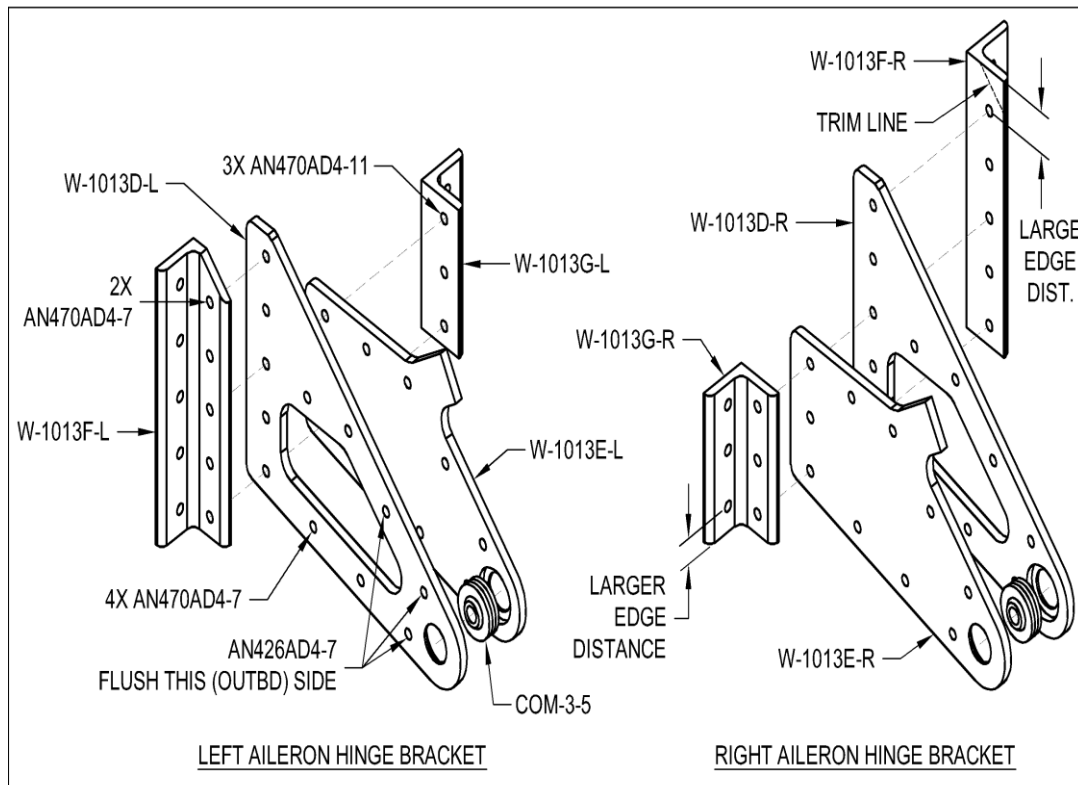

FIGURA 13: “AILERON HINGE BRACKETS”
Passo 21 (RV-10/10 LSA & RV-14, somente): Se for necessário, pode se endireitar W-1013D & E – “Aileron Hinge Side Brackets” (ver Figura 13), tanto quanto possível, fixando as peças em uma morça de bancada e aplicando firme pressão com as mãos. Olhar ao longo das bordas para verificar a linearidade e reajustar, conforme necessário.
Passo 23 (RV-10/10 LSA & RV-14, somente): “Clecar juntas todas as peças mostradas na Figura 13, para os hinge brackets dos ailerons esquerdo e direito (com os rolamentos COM-3-5 no lugar). Tenha certeza de orientar a peça W-1013F “Aileron Angle Brackets”, no sentido de colocar o furo com a distancia maior da borda no topo e como observado anteriormente, orientar a peça W-1013G “Aileron Angle Brackets”, no sentido de colocar o furo com a distancia maior da borda na parte inferior.
Passo 25 (RV-10/10 LSA & RV-14): Proteger com prime todas as peças, em seguida “clecar” todas as peças “Left and Right Aileron Hinge Brackets” juntas de volta e rebita-las, como indicado na Figura 13. Definir os rebites de modo aleatório, para evitar empenos.